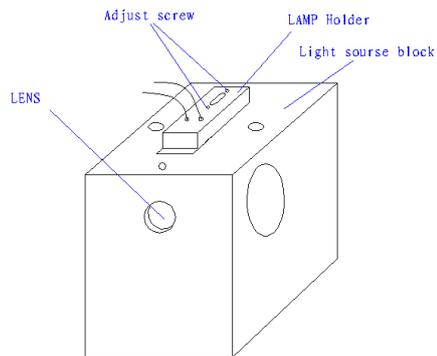

Figura 1.7
- 2) Detalles del montaje de lámpara y bomba se muestran en la Figura 1.7, 1.8: